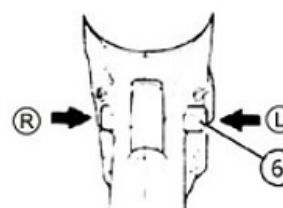

Fig. 5
El interruptor de reversa (6) (ver Fig. 5) solo se puede usar después de que el motor se haya detenido por completo.
Para evitar accidentes al arrancar, el taladro cuenta con una opción de bloqueo especial. Se recomienda usar esta opción cuando no se utiliza el taladro o al reemplazarlo. Esta opción se activa colocando el botón de reversa en la posición central (ver Fig. 5).